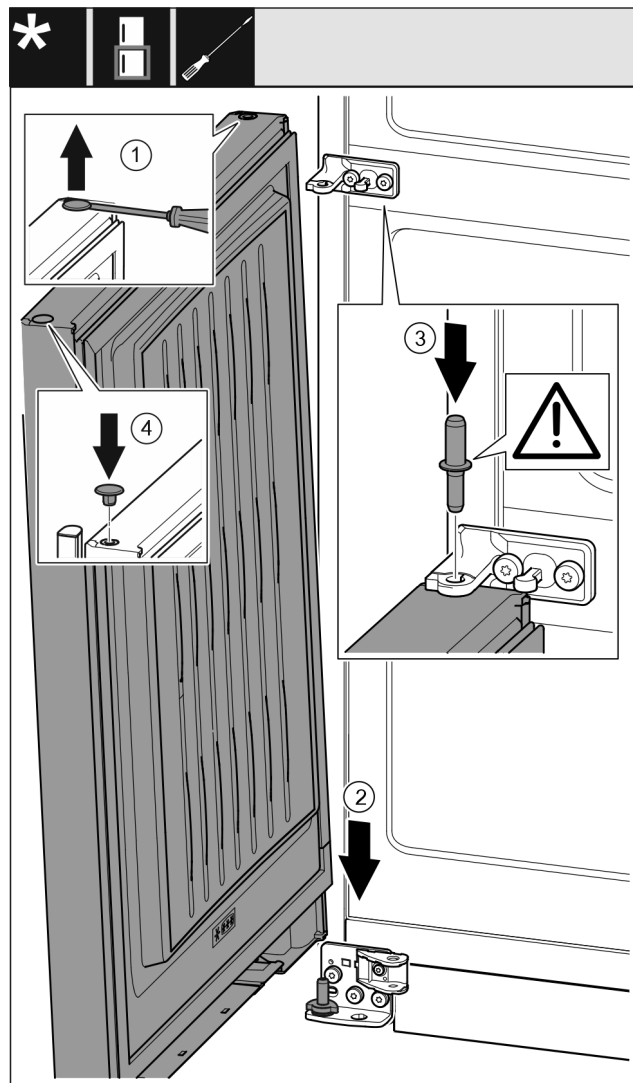

Fig. 41
- ▶ Bänd försiktigt upp pluggarna med en spårskruvmejsel och dra ut dem. Fig. 41 (1)
- ▶ Placera dörren på den nedre lagerbulten ovanifrån. Fig. 41 (2)
- ▶ Sätt in den mittere lagerbulten genom lagerbocken i mitten på den nedre dörren. Se till att låskammen är vänt bakåt. Fig. 41 (3)
- ▶ Sätt in pluggarna på andra sidan av dörren igen. Fig. 41 (4)